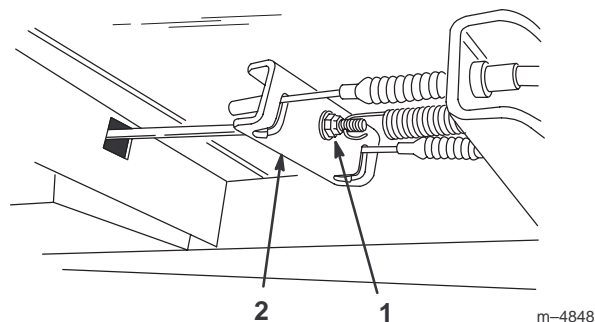

Figure 32
3. Serrez la vis de réglage du câble située au-dessous du plancher, jusqu'à ce que les câbles soient bien serrés dans l'équilibreur (Fig. 32). Ne serrez pas la vis excessivement. La pédale de frein doit s'enfoncer légèrement avant que le frein ne commence à serrer.